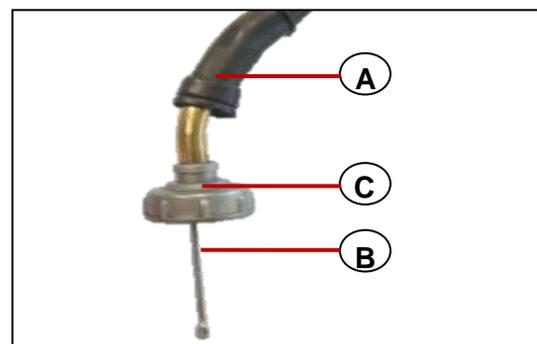

Fig. 8.55
- Retire el cable del acelerador [B] de la tapa de la cortina del carburador [C]. **Fig. 8.55**